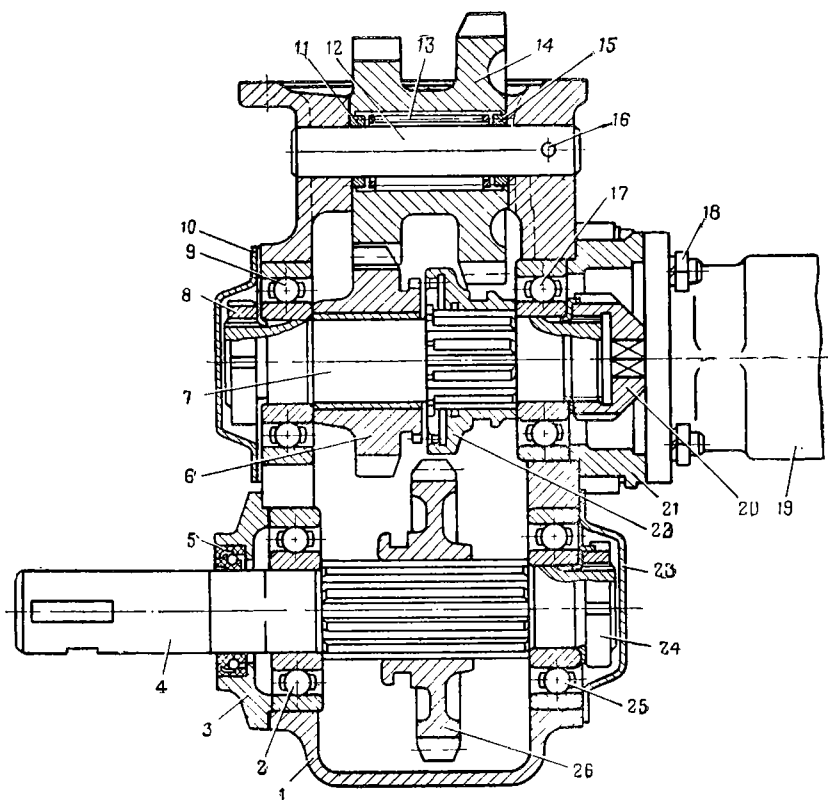

Рис. 25. Коробка отбора мощности привода водометного движителя:
2. Отвернуть гайки 18 (рис. 25) крепления гидравлического насоса 19 и снять насос и уплотнительную прокладку.
12. Вывернуть болты крепления крышки 10 (рис. 25) и упорной крышки 21 подшипника, снять крышки и уплотнительные прокладки.
1. Обдуть воздухом картер и детали коробки и запрессовать в картер коробки шарикоподшипники 9 и 25 (рис. 25).
13. Смазать сальник 5 (рис. 25) маслом и запрессовать в крышку 3.